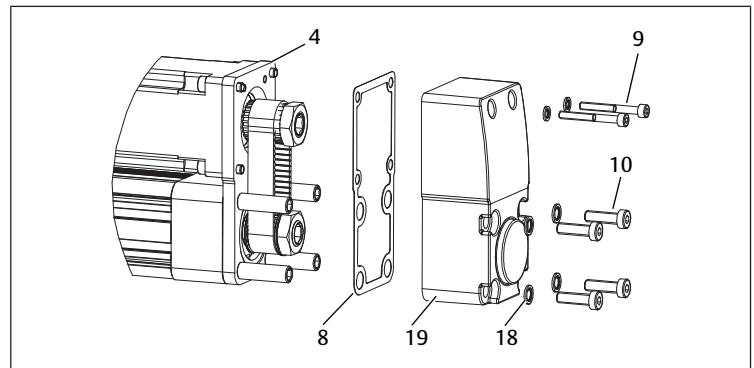

Fig. 18: Montaggio del coperchio del riduttore
1. Posare la guarnizione piatta (8) tra coperchio del riduttore (19) e piastra intermedia (4).
2. Spingere le rondelle di tenuta (18) sulle viti brugola (9/10).
3. Fissare il coperchio del riduttore. Vedere → Fig. 18. Viti e coppie di serraggio. Vedere → Viti e coppie di serraggio M_A .